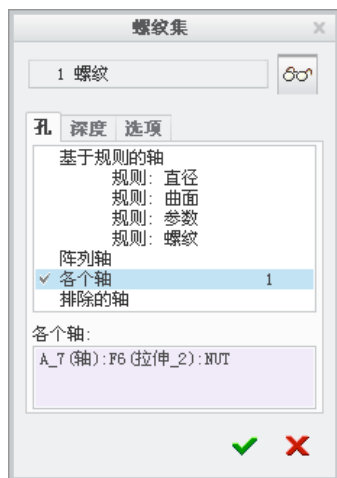
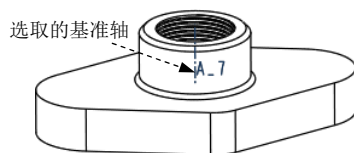

图 19.3.51 “螺纹集”对话框
图 19.3.52 所选取的基准轴
Step4. 在“铣削：螺纹铣削”操控板中下拉列表中选择（内部）选项，单击参考按钮，在弹出的“参考”设置界面中单击详细信息...按钮，然后在弹出的图 19.3.51 所示“螺纹集”对话框中选择孔选项卡，选中各个轴选项，然后选取图 19.3.52 所示的轴线 A_7，单击按钮，系统返回到“参考”设置界面。